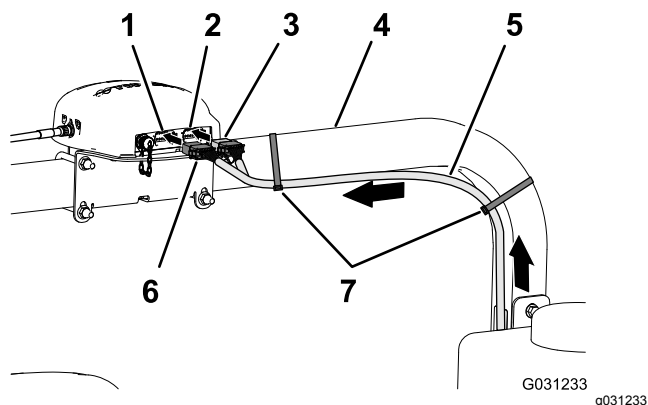

Рисунок 166
разъем (черный) были направлены вверх, в сторону навигационного приемника (Рисунок 166).
- Прикрепите ответвление длиной 390 см жгута проводов передачи данных к правой трубе конструкции ROPS с помощью 2 кабельных стяжек, как показано на Рисунок 166.